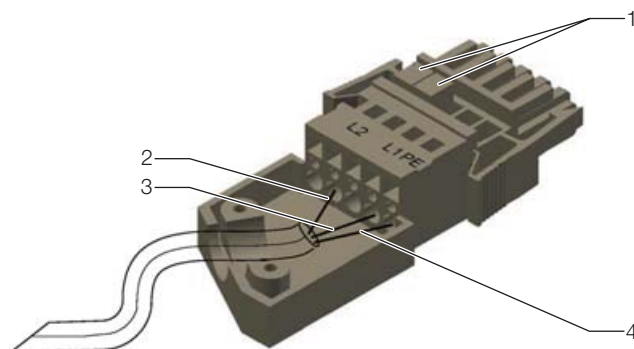

Рис. 33: Схема штекера подключения с корпусом для защиты от натяжения
- Соедините подключения фаз в штекере подключения с помощью двух прилагаемых перемычек. Установите перемычки как показано на рисунке (рис. 33, поз. 1).